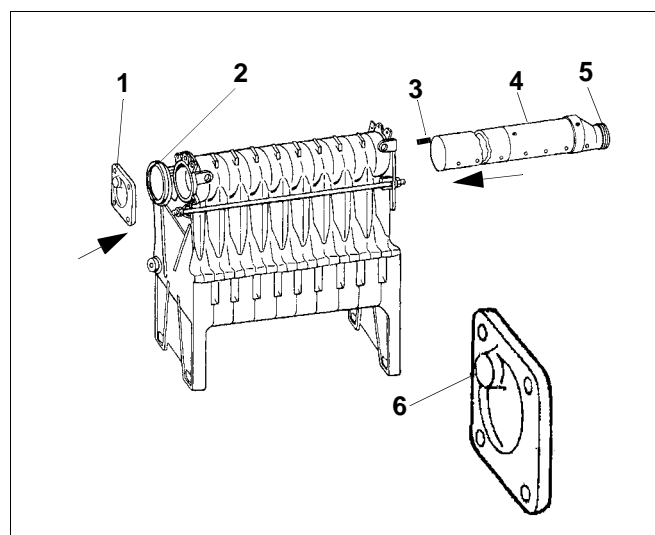

Fig. 21 Situation de montage du tube injecteur
- Obturer le moyeu supérieur avec la bride pleine (fig. 21, **pos. 1**) et le joint plat (fig. 21, **pos. 2**). L'encoche placée de façon excentrique (fig. 21, **pos.6**) est destinée à recevoir l'ergot (fig. 21, **pos. 3**) sur l'extrémité du tube injecteur (fig. 21, **pos.4**). La bride pleine (fig. 21, **pos. 1**) est montée correctement si l'encoche (fig. 21, **pos.6**) est tournée vers le milieu et se situe en haut .
- Introduire partiellement l'extrémité du tube injecteur (fig. 21, **pos. 4**, à l'arrière avec l'ergot) dans le moyeu supérieur et la visser avec la rallonge suivante (vis M5 x 16, fig. 21).
Contrôler si les joints (fig. 21, **pos. 5**) se trouvent sur les extrémités.